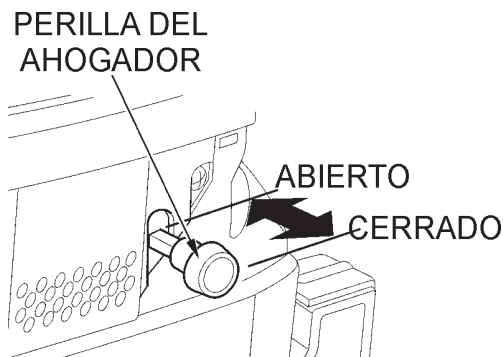

Figura 9. Perilla del ahogador
5. Cuando arranque un motor en frío, jale la perilla del ahogador, (Figura 9) a la posición **cerrado (closed)**. En condiciones de clima cálido ó cuando el motor este caliente, la unidad puede arrancar con el ahogador a la mitad ó completamente **abierto (open)**.